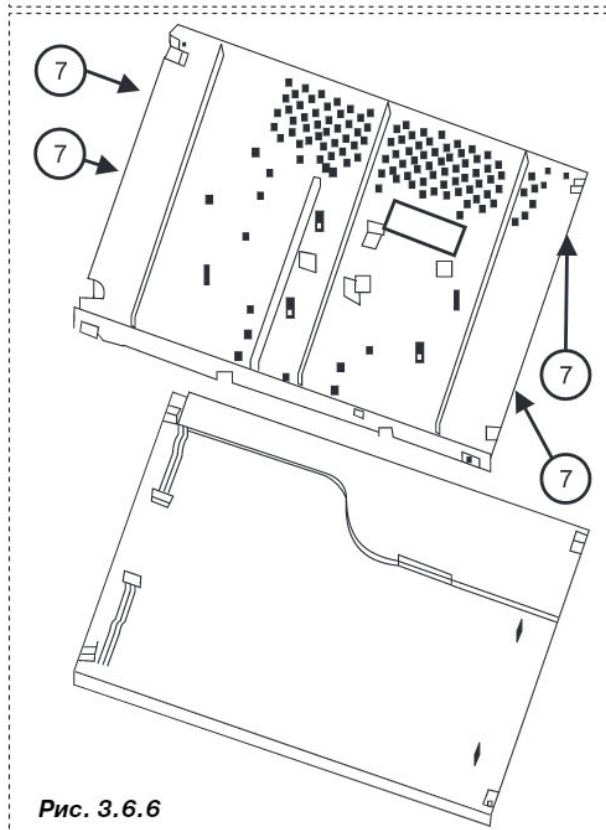

Рис. 3.6.6
- выкручивают четыре винта 7 (рис. 3.6.6) и снимают LCD-панель.